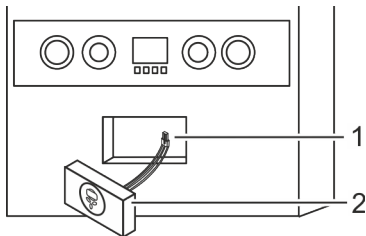

Fig. 5: Montage de l'actionneur (récepteur)
4. Installer l'actionneur monté (récepteur) (Fig. 5/1) dans le ballon d'eau chaude.